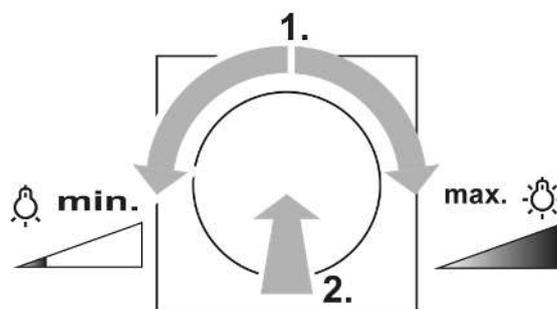

Bild 2: Einschalten mit minimaler oder maximaler Helligkeit
- Einstellknopf um eine viertel Drehung drehen, dann Einstellknopf kurz drücken: Licht schaltet mit minimaler Helligkeit oder maximaler Helligkeit ein (siehe Bild 2).